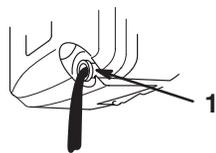

Figure 14
- Basculer la tondeuse du côté **gauche** et laisser l'huile s'écouler dans le bac de vidange (Fig. 14).